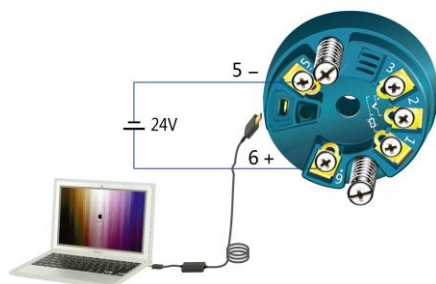

图 5 通过 USB 接口与 PC 的连接示意图
- 在通电状态下, 可使用安装了《宇通 R 系列控制软件 V1.3》程序的 PC, 在安全区, 通过 MT182 的 USB 接口对其进行组态。见图 5。